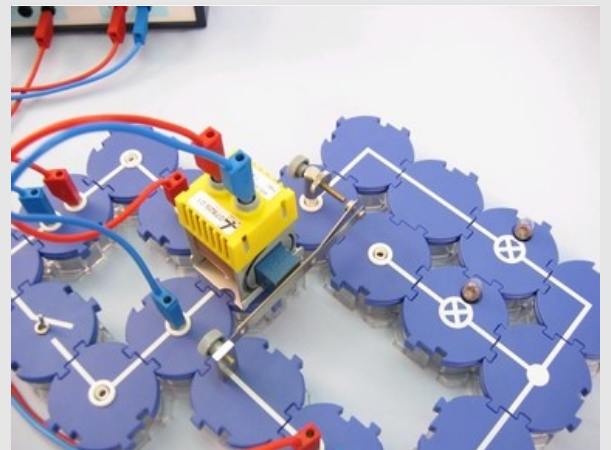

Fig. 4
- Introduis le composant de contact dans le module de raccordement 2 et serre ensuite le ressort de contact dans le support universel de manière à ce que l'armature soit dirigée vers le composant de contact. Établis ensuite un bon contact avec la vis de l'élément de contact (voir figure 4).